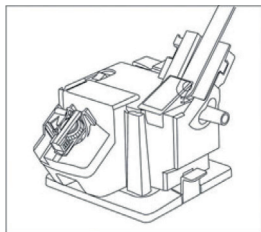

Рис. 2
1. Установите блок заточки стамесок, зубил и лезвий (2) на блок (8).
2. Положите стамеску, зубило или лезвие на суппорт для лезвий. Магниты (10) удерживают лезвие в нужном положении. (Рис. 2).